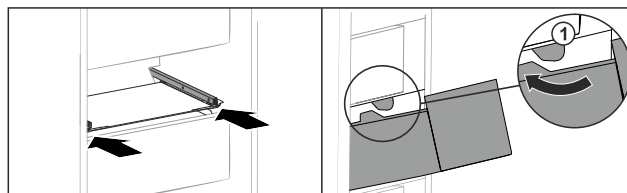

Fig. 169
- ▶ Vedte zásuvku podél zářezů Fig. 169 (1).